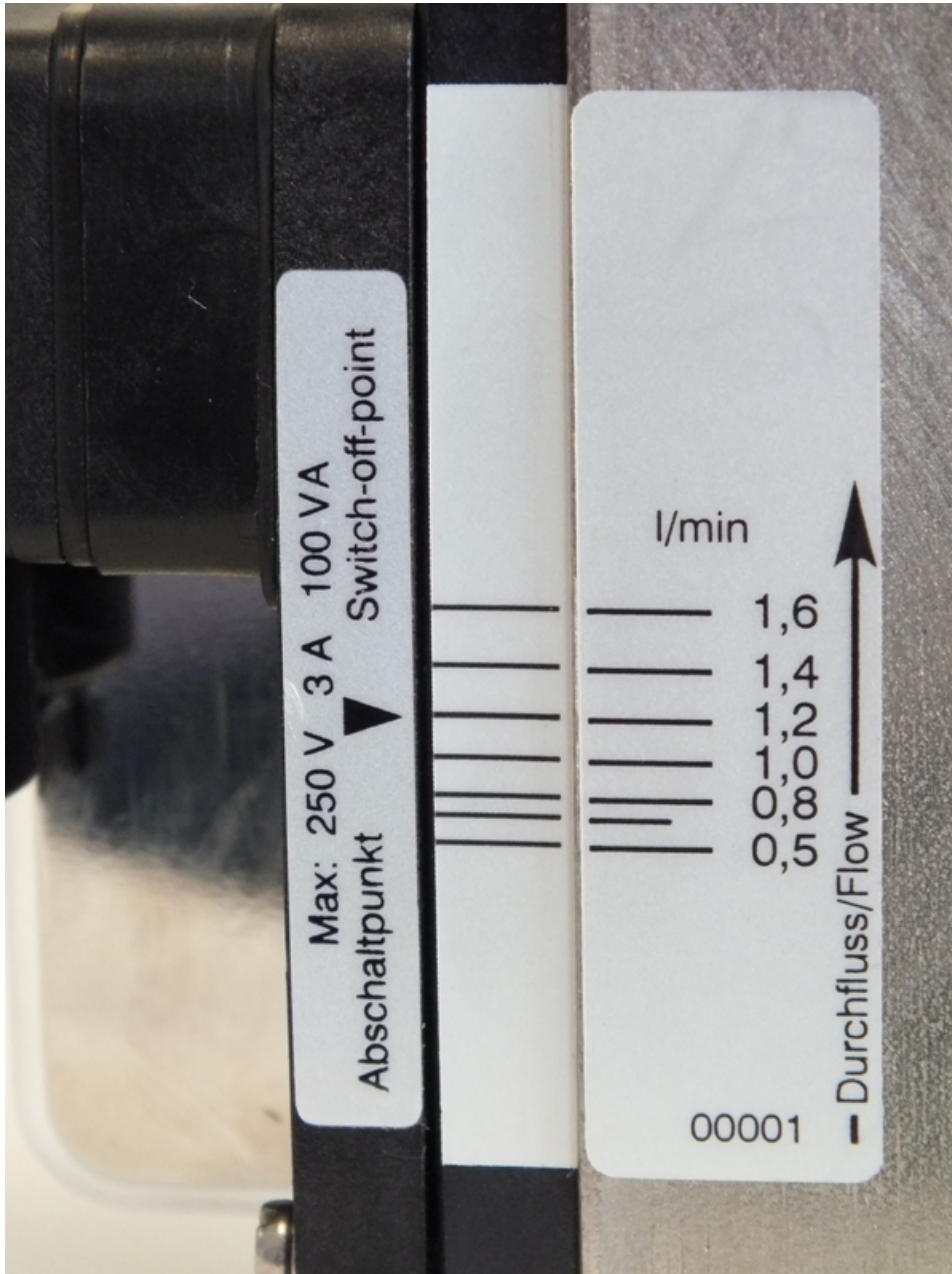

Abb. 39: Schaltwert ablesen (Beispielskala)
1. ➤ Darauf achten, dass der Einstellpfeil, der Skalenstrich des Zusatzetikettes (Führungsleiste) und der Skalenstrich der Körperskala in einer Flucht liegen (Abb. 39).